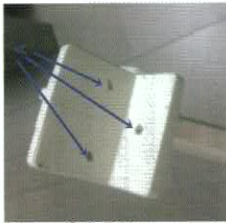

Figura 6.4
- (d) Fissare i braccetti al balcone attraverso i 3 fori "A" (Figura 6.4) utilizzando il metodo più adatto a seconda della tipologia di cornicione (tasselli in caso di cornicioni in cemento, viti autofilettanti in acciaio in caso di ringhiere in ferro, ecc.)